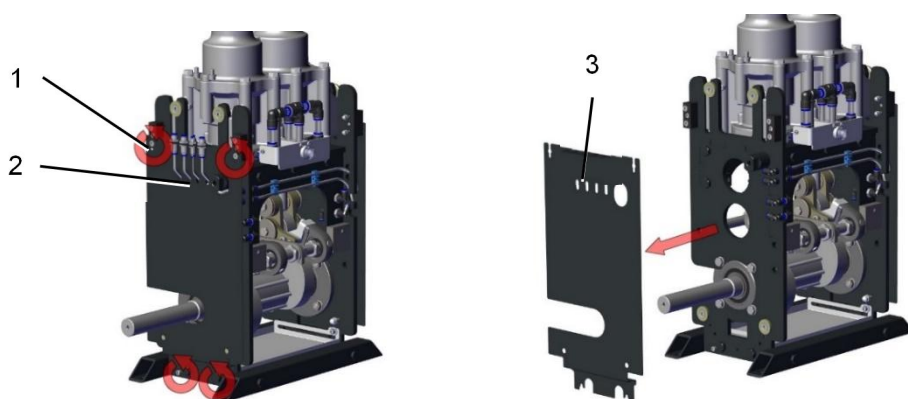

图 4-8：传动侧面板的拆卸
- 用一把 4 mm 的内六角扳手在塞杆泵背侧（图 4-8：传动侧面板的拆卸）拧松四枚 M6x50 内六角螺栓 (1)（ 旋转 5 圈）。
- 拆下插拔接头上的润滑脂管 (2)。
- 沿箭头所示方向拆下传动侧面板 (3) (图 4-8：传动侧面板的拆卸)。